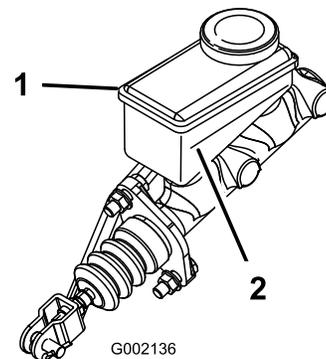

Figura 68
5. Observe o nível do fluido na parte lateral do reservatório (Figura 68).
- B. Adicione fluido dos travões DOT 3 ao reservatório até o nível do fluido estar acima da linha de mínimo (Figura 68).